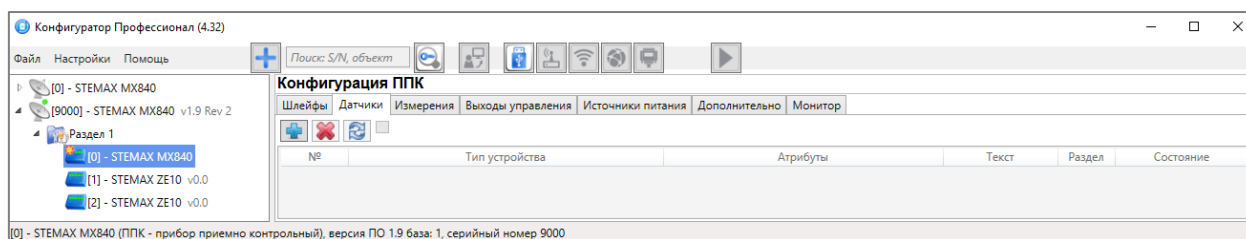

Рисунок 4.36 — Вкладка *Датчики*
4. В верхней части вкладки *Датчики* (см. рисунок 4.36) нажмите кнопку  и дождитесь, пока программа *STEMAX Конфигуратор* запишет модуль расширения в конфигурацию контроллера.
1. На вкладке *Датчики* нажмите кнопку  (см. рисунок 4.36).